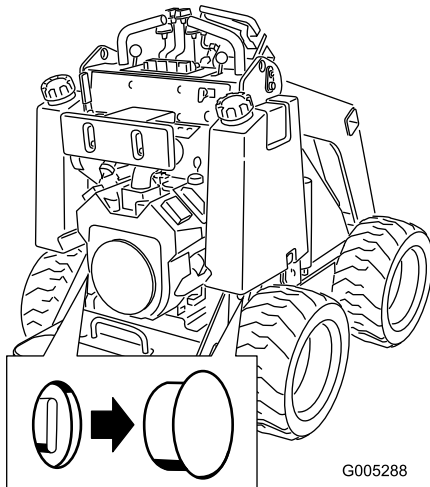

Figura 11
2. Retire el tapón que cubre cada válvula de remolcado, situada debajo de cada depósito de combustible Figura 11).